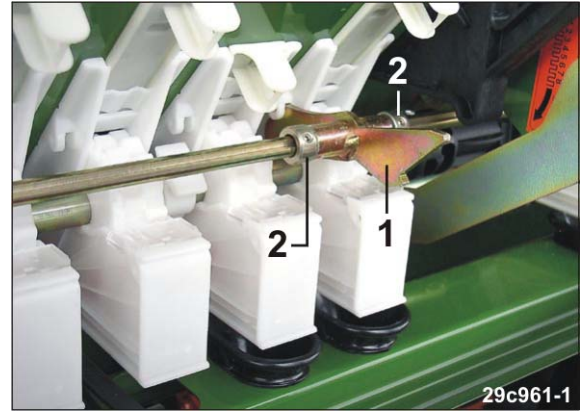

Fig. 230
- Dabei die Halterung (Fig. 230/1), die die Vorgelegewelle axial sichert, in die Aussparung eines Sägehäuses stecken.
12. Die Halterung axial mit zwei Stellringen (Fig. 230/2) sichern.